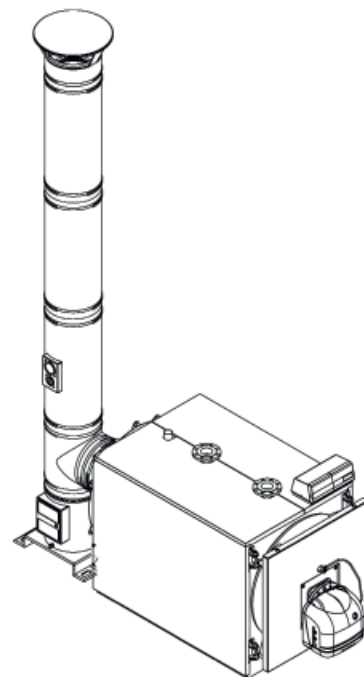

fig. 7
5.4 Удаление продуктов сгорания (рис. 7)